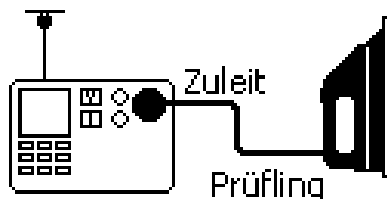
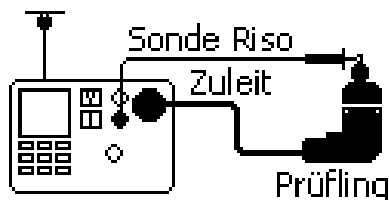

Abbildung 7. Messung des Ersatzableitstromes SK I
Abbildung 8. Messung des Ersatzableitstromes SK II
- Verbinden Sie den Prüfling und bei Bedarf zusätzlich die Messleitung und Prüfsonde wie in der Anzeige dargestellt, siehe Abb. 7 und Abb. 8.